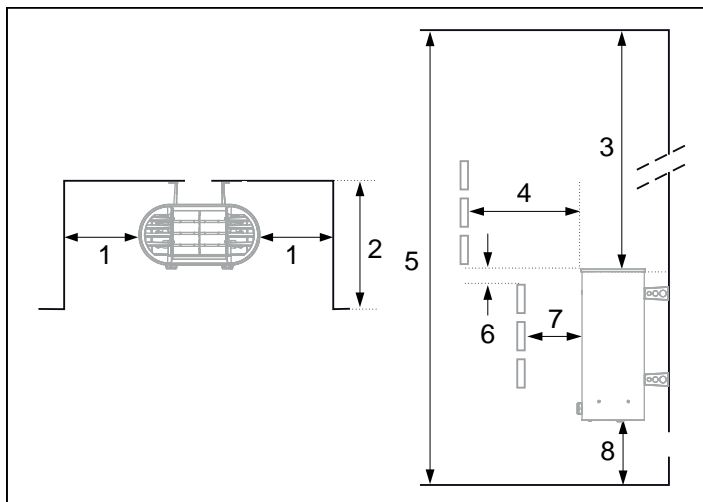

Fig 3: Placering av bastuaggregat - nischmontage
- på samma vägg där dörren (endast i undantagsfall på sidoväggen, men då mycket nära dörrväggen). Aggregatet kan också placeras i nisch (se Fig 3, sidan 2).
Placera aggregatet på säkert avstånd till golv, sidovägg och inredning (se Fig 3, sidan 2).